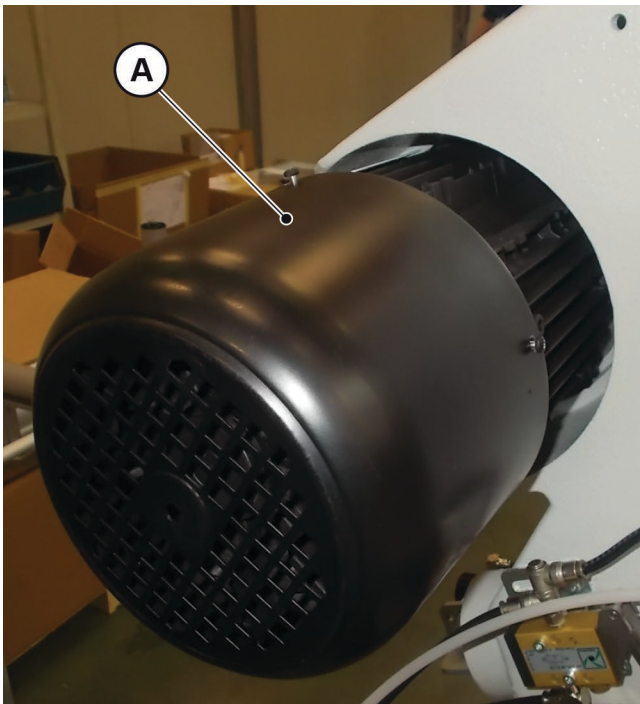

Fig. 09-04
- 1 Desmontar el asiento del motor “A” (**Fig. 09-04**) mediante los tornillos de fijación correspondientes.